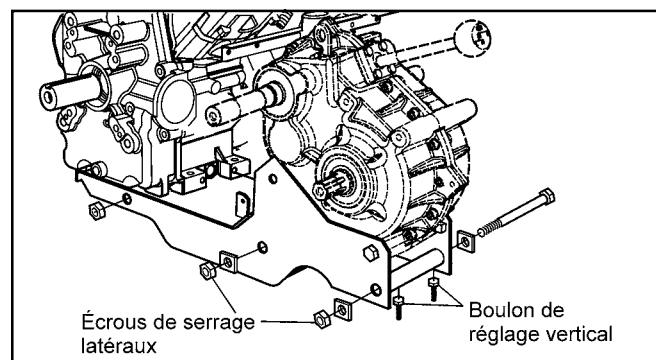

Figure 7-13 Emplacement des boulons de réglage et des écrous de fixation du bloc de puissance.
2. Desserrer les deux écrous de fixation au côté en utilisant une clé à douille de 15/16 po (figure 7-13).
Desserrer les écrous de fixation du bloc de puissance et les boulons de réglage comme indiqué à la figure 7-13. Suivre le procédé suivant :